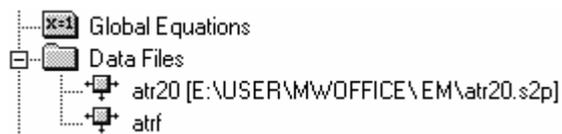

Рис. 2.5
**Замечание.** Для добавленного в проект файла данных в окне просмотра проекта отображается только имя файла, а для связанного – не только имя, но и путь к файлу. На рис. 2.5 файл atr20 связан с проектом, а файл atrf добавлен к проекту.